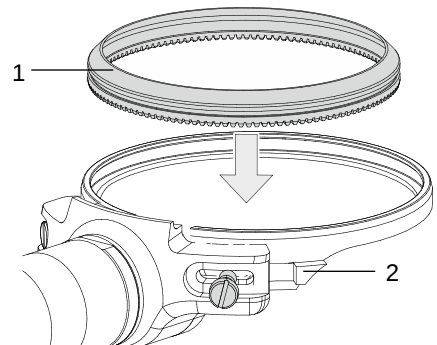

Abb. 7.4 – Klinge einsetzen
- 3) Messer (1) in die Messeraufnahme (2) einsetzen, s. Abb. 7.4.